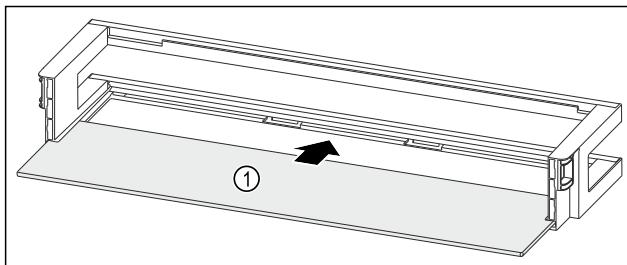

Fig. 117 Рафт на врата с рафт
- Вкарайте рафта Fig. 117 (1) в страничните прорези.